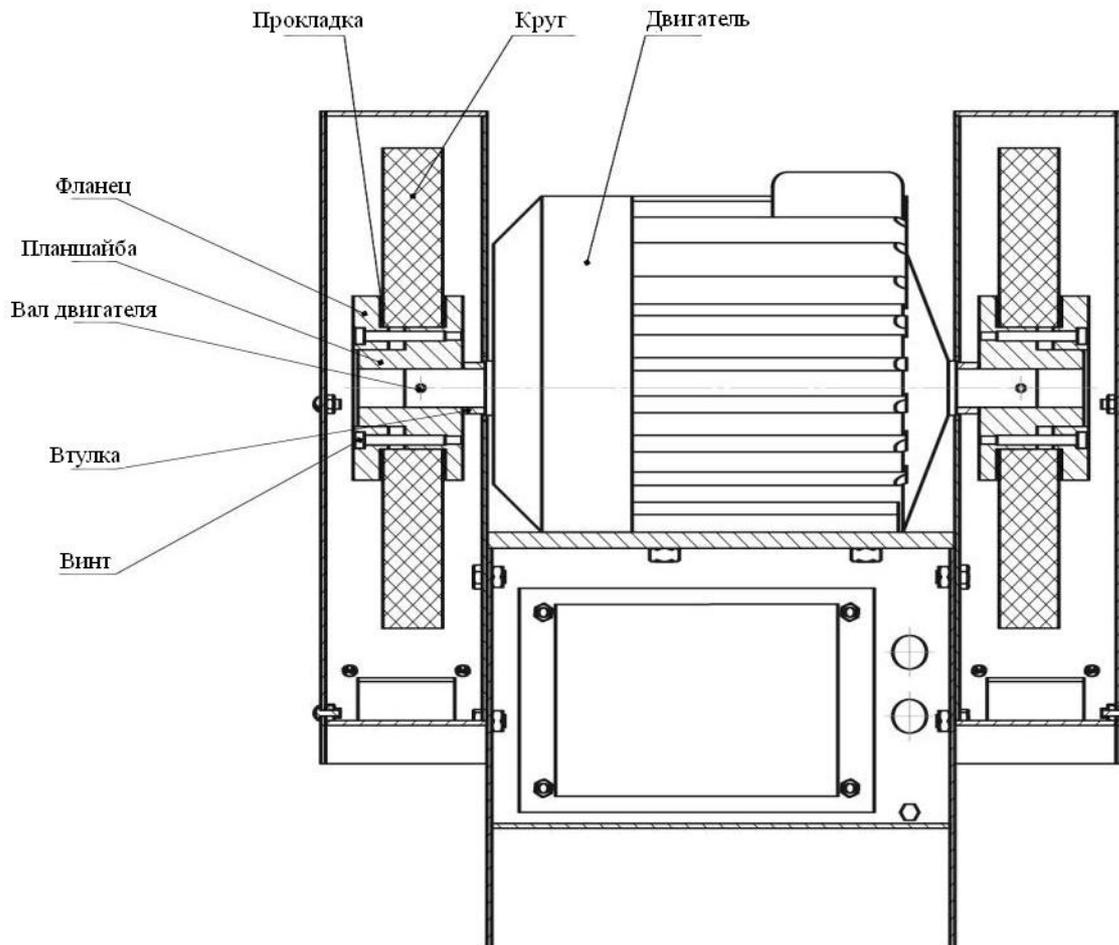

Рис. 2 Крепление шлифовального круга.
Установка подручников 5 и 6 в требуемом положении производится перемещением их в пазах кронштейнов 7 и 8, которые, в свою очередь, крепятся к подставке (тумбе) и могут перемещаться относительно нее. На валу электродвигателя имеются планшайбы для установки кругов. Крепление кругов см. рис. 2. Перечень органов управления и графических символов приведен в табл. 2.
9.4 Для смены круга на станке снять крышку кожуха, отвернуть шесть винтов М6 фланца (см. рис.2), снять фланец и круг.